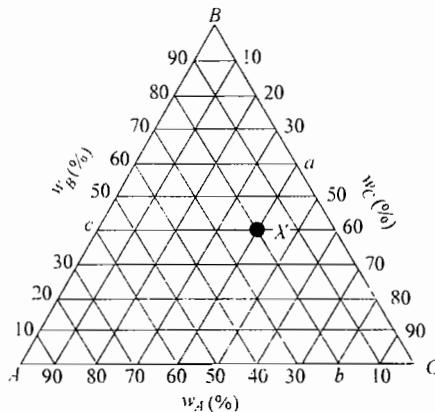

图 18-2 第一题第 6 小题图
6. 图 18-2 是  $A-B-C$  三元系成分三角形的一部分，其中  $X$  合金的成分是 (30)。